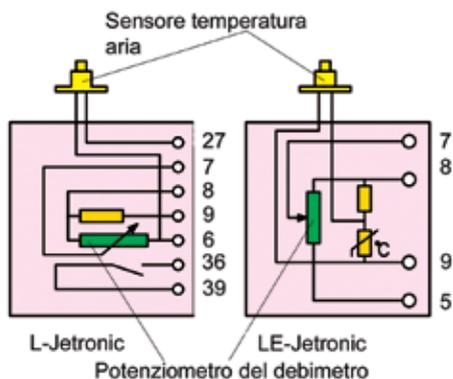

Fig. 70 - Confronto tra gli schemi interni dei debimetri delle iniezioni L-Jetronic e LE-Jetronic (Bosch).
L'alimentazione al debimetro può essere fornita dalla centralina oppure il debimetro può essere alimentato direttamente a 12 V dal relè di alimentazione dell'impianto di iniezione. Il segnale emesso è inversamente proporzionale alla quantità di aria ma dipende dalla alimentazione; attenzione quindi a leggere correttamente gli schemi e i dati forniti dalle case costruttrici. La versione rappresentata in figura 68 (una delle prime della serie L-Jetronic Bosch) conteneva il contatto di comando pompa carburante. In posizione di riposo (vedi fig. 70) il piattello apre il contatto (36-39) che, tramite un teleruttore doppio, spegne la pompa carburante. Nel debimetro è contenuto anche il sensore di temperatura dell'aria aspirata, collegato ai morsetti 6-27. La corrente d'aria che attraversa il debimetro è pulsante, specialmente al minimo, e per ottenere una misura media dell'aria aspirata il movimento del piattello fluttuante (2 in fig. 68) viene smorzato da un apposito smorzatore a piattello (7).